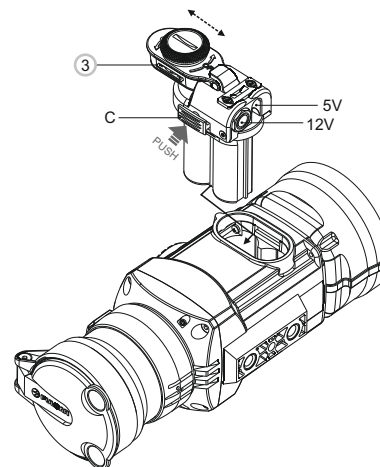

Abb. 3
- Instale el adaptador de alimentación externa en el contenedor de baterías del monocular (ver fig. 3). Asegúrese de que los cierres (C) cierren en su lugar de ambos lados. Fije la tapa (6) en el adaptador
- (ver fig. 3).
- Enciende el dispositivo pulsando brevemente el botón "ON/OFF" (9). Para extraer el adaptador de alimentación externa, presione los pestillos de ambos lados y tírelo.